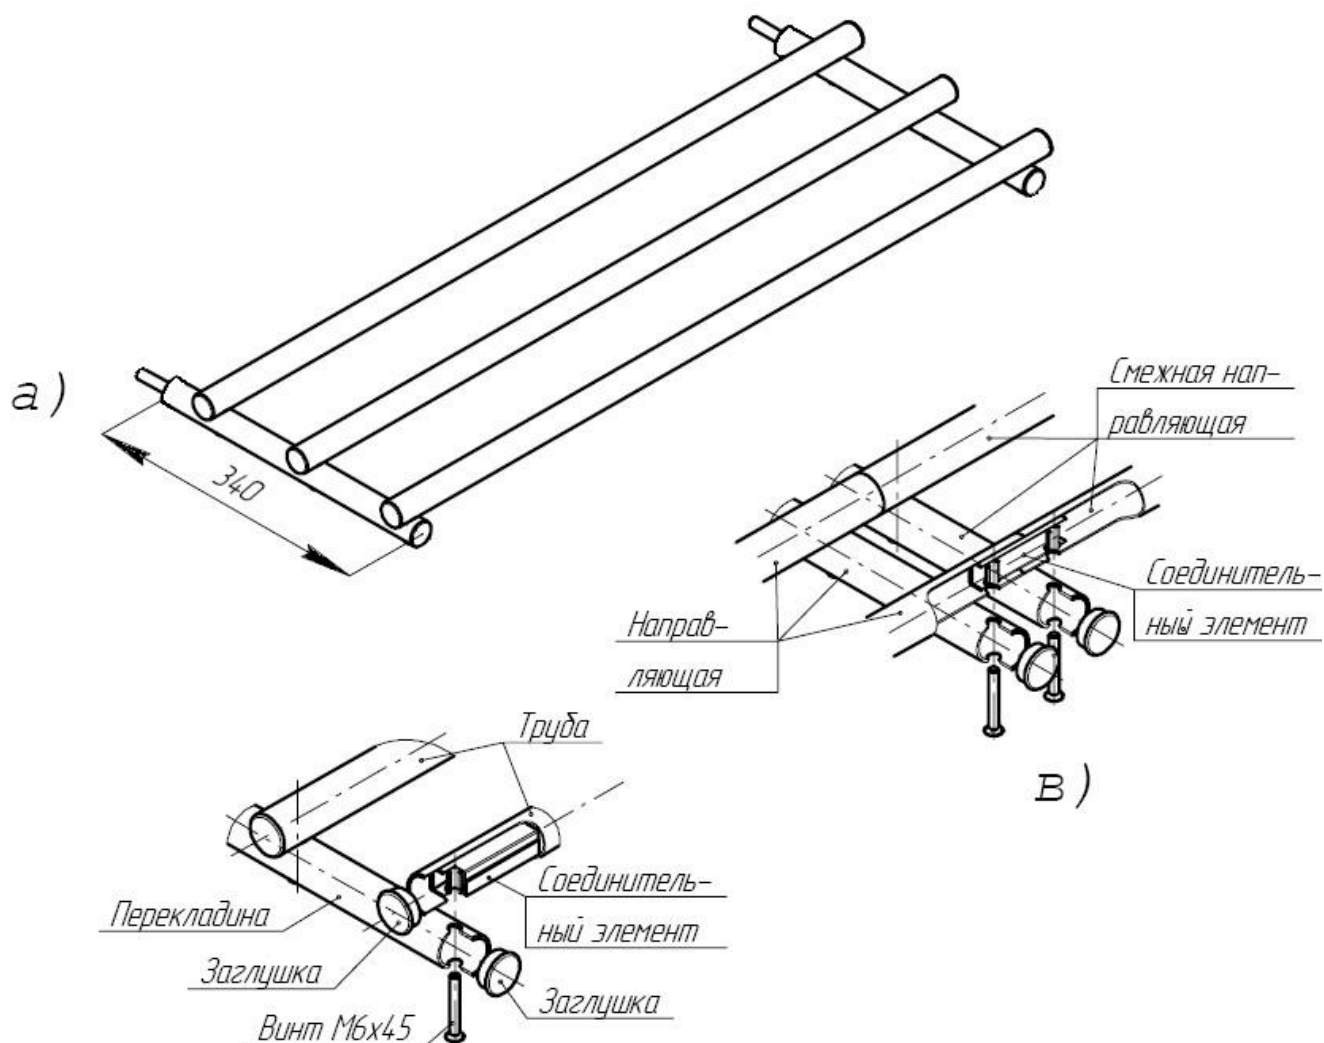

Рис. 7. Направляющая для подносов
После сборки в ЛР обеспечивается жесткое соединение соседних направляющих с минимальным отклонением труб от их соосности, что придаёт всей линии исключительную устойчивость к случайному смещению и опрокидыванию. На рис. 7 приведена схема сборки направляющей.
– каждую из труб последовательно приложите к поперечинам так, чтобы их монтажные отверстия совпали и трубы были параллельны столешнице изделия; вставьте снизу винты М6х45 в отверстия поперечин и вверните их в резьбовые отверстия соединительных элементов (рис. 7б и 7в). Соединительные элементы нужно предварительно вставить в трубы резьбовыми отверстиями вниз (расположение соединителей внутри труб зависит от наличия/отсутствия смежного изделия из ЛР) после извлечения торцевых заглушек.